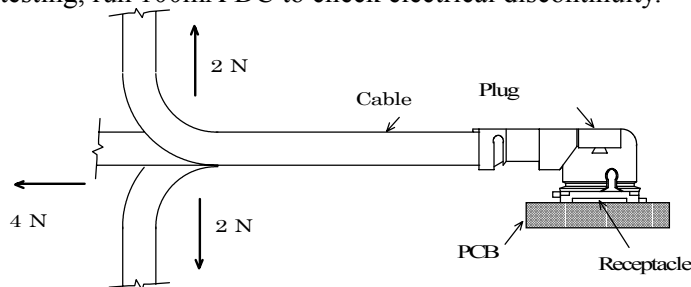

Fig.2
A. Testing : Apply force on the cable as shown in Fig.2.
A. 試験法: Fig. 2のようにケーブルに力を加える。尚、試験中にDC100mAの電流を流して電氣的瞬断を確認する。